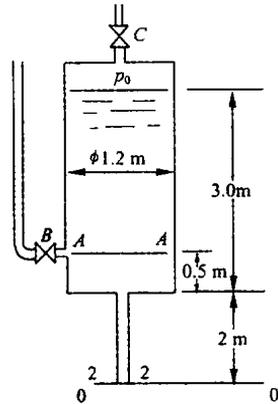

图 1-3
**例 1.2** 如图 1-3 所示真空高位槽为一简易的恒速加料装置(马利奥特容器)。
**解:** (1) 如图 1-3 所示选取截面和基准面,在 A-A 截面与 2-2 截面之间列伯努利方程